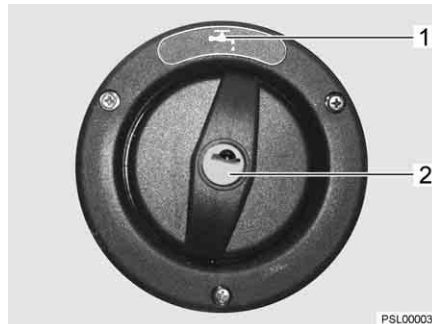

Fig. 6 Couvercle de fermeture du bec de remplissage d'eau fraîche
- Insérer la clé dans le barillet (Fig. 6,2) et la tourner dans le sens inverse des aiguilles d'une montre.